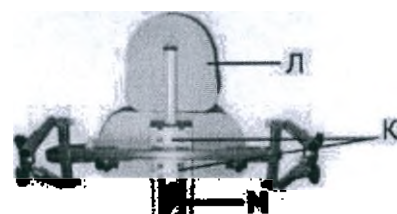

Рис.70
7) Регулировка положения столика (рис.70)
8) Регулировка подголовника по высоте (при наличии) (рис.70)